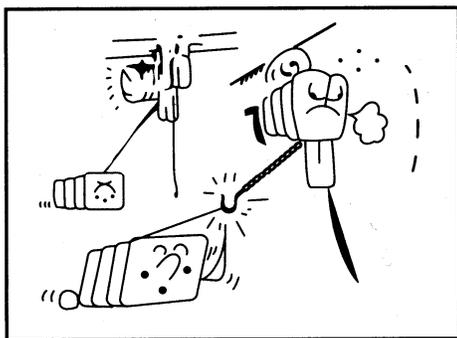

Ilustración. 3
(4) Es necesaria una operación firme y estable del botón. Nunca pulse el botón pulsador de manera intermitente.
(5) Evite siempre un excesivo funcionamiento a marcha lenta.
(6) Asegúrese siempre de que el motor del polipasto se detiene por completo antes de invertirlo.
(7) Deje siempre el cable del botón pulsador y el gancho inferior en posición vertical y estática tras finalizar la operación. Nunca los deje en una posición que pueda causar un balanceo o deslizamiento.
(8) La eslinga debe aplicarse a la carga de manera uniforme y central para garantizar el correcto equilibrio. Nunca eleve un objeto que no sea seguro o que no esté en equilibrio.
(9) Nunca utilice un polipasto para tirar del extremo o del lateral de una carga. (Ilustración 3)